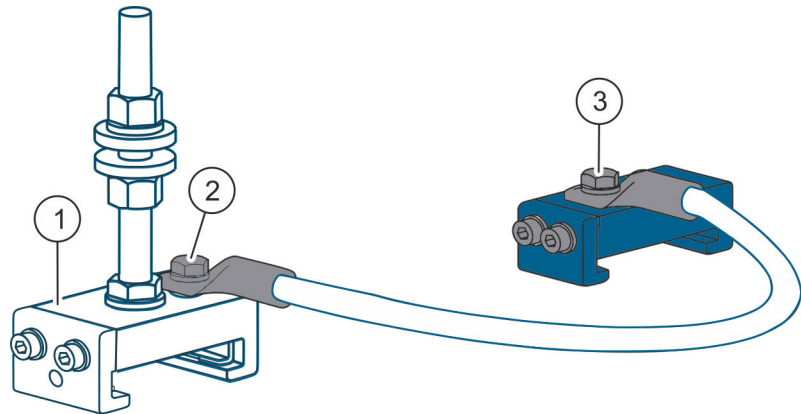

Abb. 15: Potentialausgleichsklemme
1. ➔ Potentialausgleichsklemme (Abb. 15/3) mit elektrischem Verbindungsstück (Abb. 15/2) an der Gleitklemme (Abb. 15/1) verschrauben.